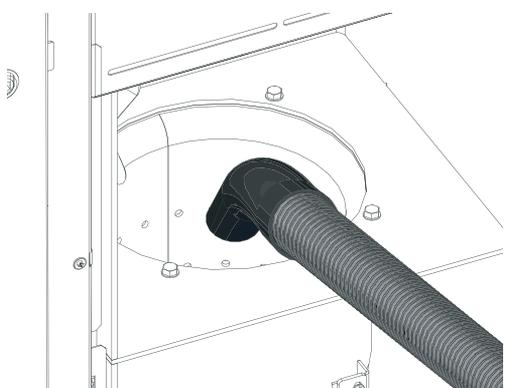

Fig. 42 Aspirare il corpo caldaia
- ▶ Aspirare il corpo caldaia – Fig. 42.